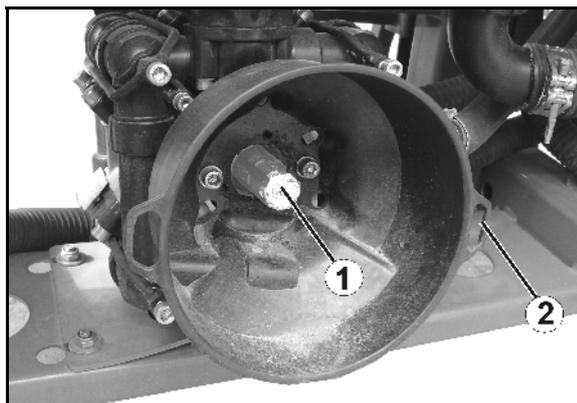
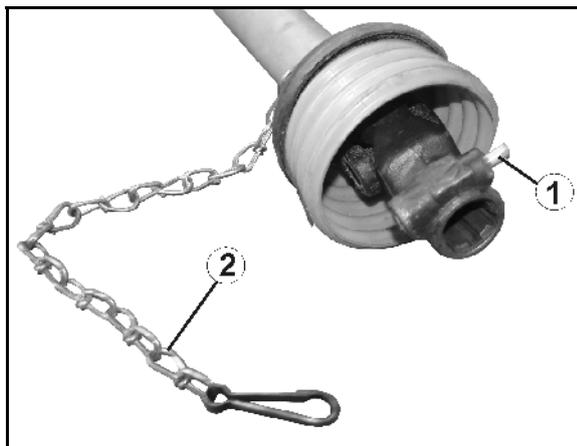

Рис. 98
Рис. 99
1. Очистите и смажьте первичный вал (Рис. 98/1) насоса.
2. Вдавите упругий стержень (Рис. 99/1) карданного вала.
4. Закрепите защитный кожух карданного вала с помощью цепочки (Рис. 99/2) на агрегате (Рис. 98/2) для исключения проворачивания.